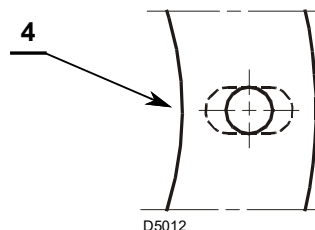

Рис. 7
- Если необходимо, расширьте отверстия изоляционного экрана 4) (Рис. 7).